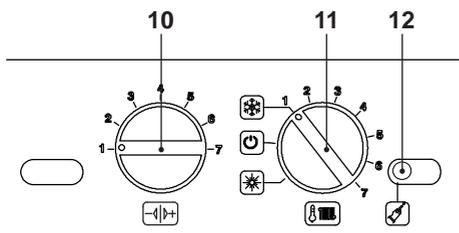
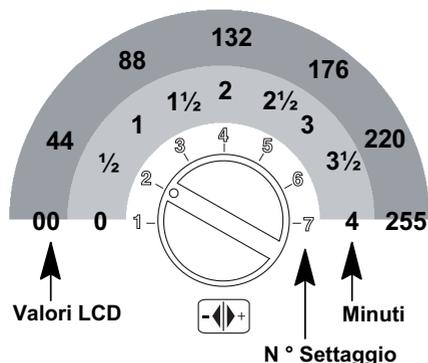

Figura 5.77
Figura 5.81
- Prima di alimentare elettricamente la caldaia posizionare le manopole 10 e 11 come indicato in Figura 5.77.
- Per settare il tempo di postcircolazione della pompa bisogna entrare nella programmazione premendo per 15 secondi il pulsante di ripristino 12, in Figura 5.77 fino alla comparsa del parametro **P01** sul display LCD; sul display LCD compare la seguente visualizzazione (la sequenza **P01** si alterna -- -- --).
Premere il pulsante di ripristino 12 in Figura 5.77 per lo scorrimento dei vari parametri sino al raggiungimento del parametro **P11** valido per il settaggio postcircolazione della pompa; sul display LCD compare la seguente visualizzazione (la sequenza **P11** si alterna 44).
Per cambiare il settaggio ruotare la manopola di regolazione temperatura sanitari 10 in Figura 5.77 e posizionarla sul tempo pre-scritto Figura 5.81.
Il passo del settaggio della manopola 10 (Figura 5.81) corrisponde a un valore letto sul display LCD di circa **44** (40 secondi) e questo valore può essere variato fino a circa **255** (4 minuti); nell'LCD la sequenza **P11** si alterna con **60**.